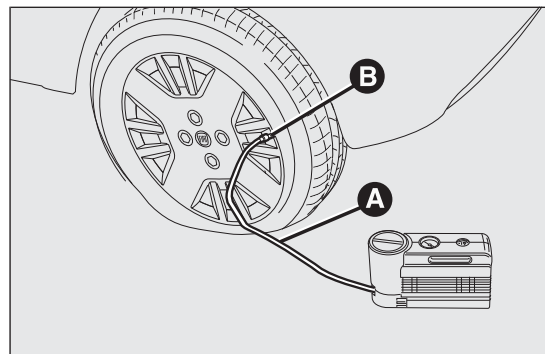

fig. 128
- ☐ Accionar el freno de mano. Desenroscar el capuchón de la válvula del neumático, extraer el tubo flexible de llenado A fig. 128 y apretar la corona B en la válvula del neumático;